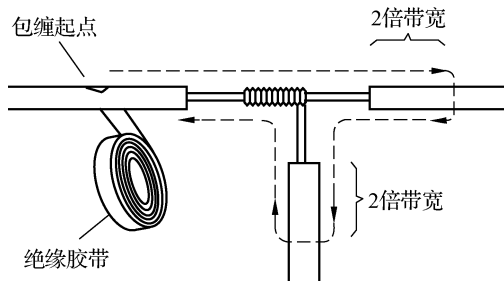

图 1-8 T 字分支接头的绝缘处理
(2) T 字分支接头的绝缘处理。导线分支接头的绝缘处理基本方法同上,T 字分支接头的包缠方向如图 1-8 所示,走一个 T 字形的来回,使每根导线上都包缠两层绝缘胶带,每根导线都应包缠到完好绝缘层的两倍胶带宽度处。